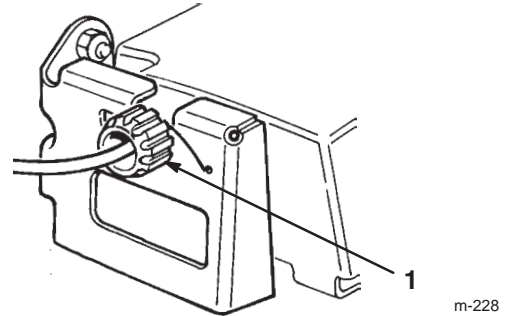

Bild 33
2. Drehen Sie das Einstellrad 1/2 Umdrehung im Uhrzeigersinn, wenn der Rasenmäher seinen Selbstantrieb verloren hat. Drehen Sie, wenn der Rasenmäher vorwärts kriecht, das Einstellrad 1/2 Umdrehung entgegen dem Uhrzeigersinn, um den Riemen zu schlaffen (Bild 33).